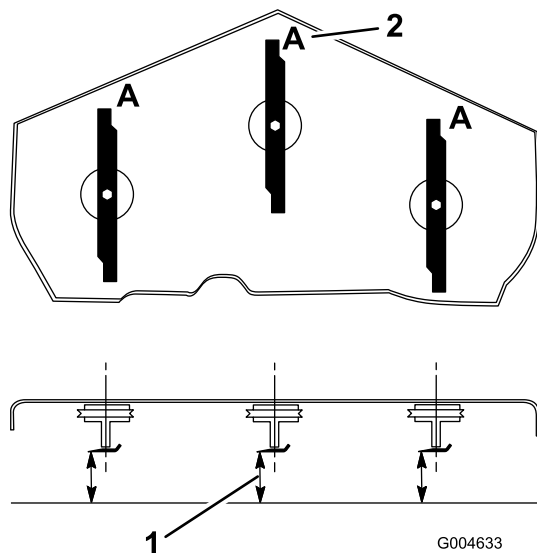

Figure 20
3. Tournez les lames dans le sens longitudinal (Figure 20). Mesurez la distance entre la surface plane et le tranchant (position A) des lames (Figure 20). Notez cette valeur.